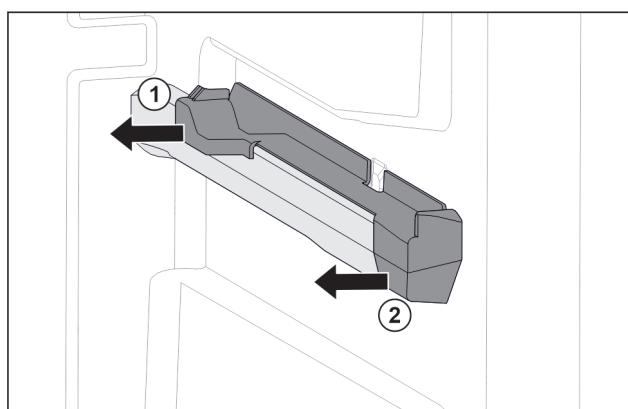

Fig. 93 Nasazovací díl na pravém žebrování na nádoby
- Stáhněte nasazovací díl vzadu na stranu. Fig. 93 (1)
- Stáhněte nasazovací díl vpředu na stranu. Fig. 93 (2)